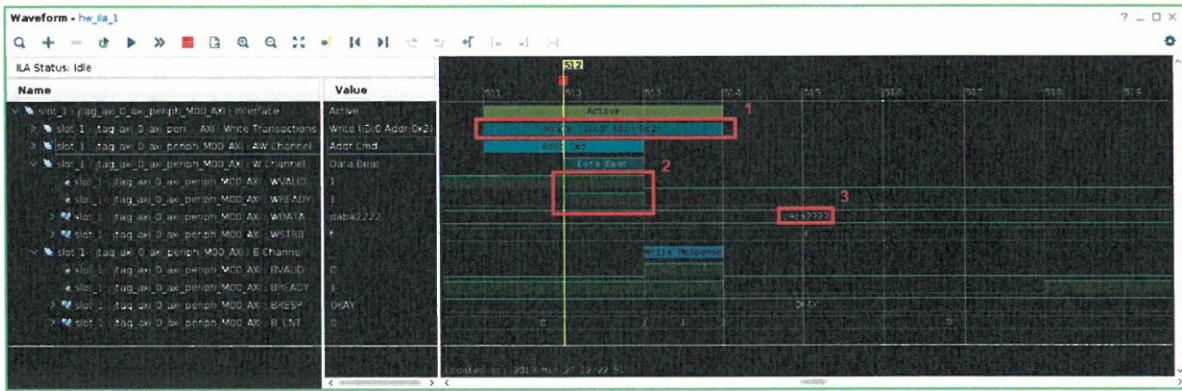

FIGURE 17 – Interconnect - 4x7 segments Write
- Point 3 :** Il s'agit de l'information qui est écrite et envoyée au slave pour qu'elle puisse être affichée sur le 4x7 segments. Dans le cas de la Figure 17, pour simplifier la lecture et la compréhension de nos captures, DABA2222 pour DATA2.